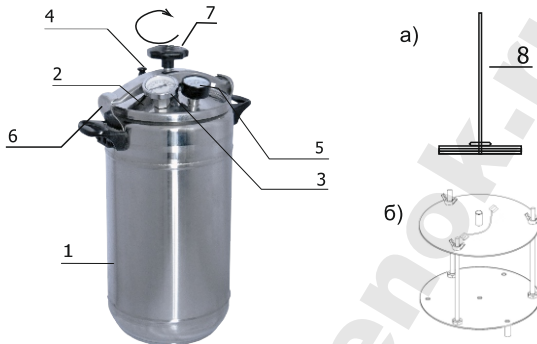

Рисунок 1. Общее устройство автоклава: а) 1-ый вариант кассеты для 0,5; 0,7 и 1 л банок; б) 2-ой вариант кассеты для 1,5; 2 и 3 л банок.
- 1-ый вариант с центральной осью (рис.1, а), предназначен для банок маленькой ёмкостью: 0,5; 0,7 и 1 л;
- 2-ой вариант с тремя шпильками (рис.1, б) - для банок большой емкостью: 1,5; 2 и 3 л.